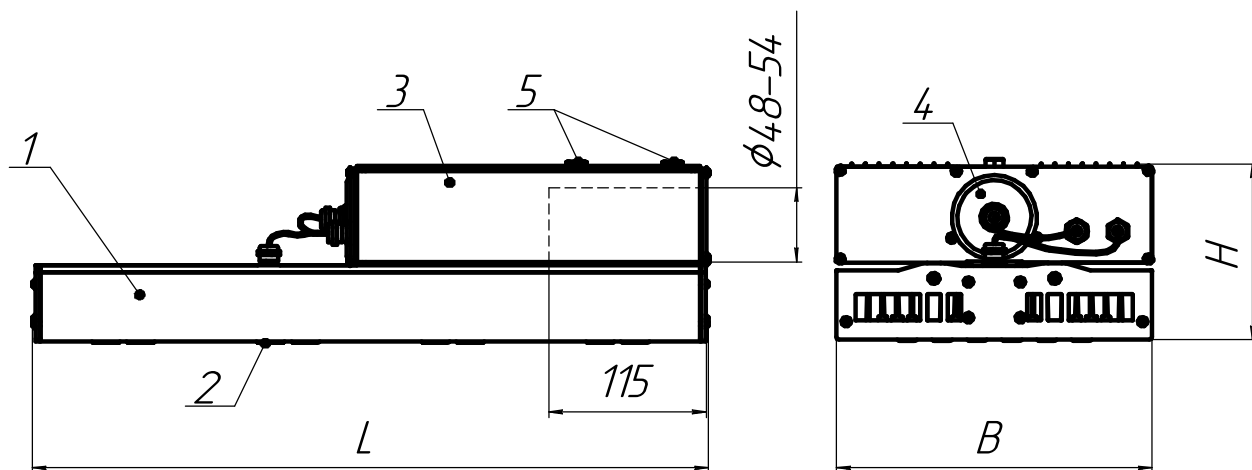

Рисунок 1 - Общий вид светильников
5.3 Перед установкой светильника необходима извлечь заглушку кронштейна поз.4 (рисунок 1).